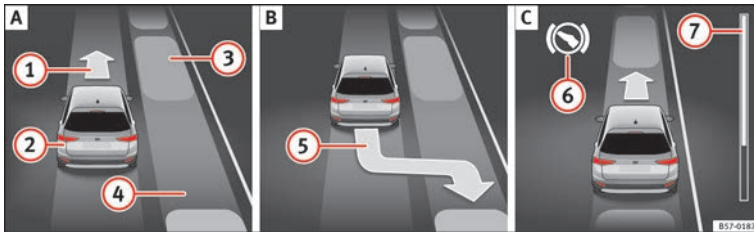
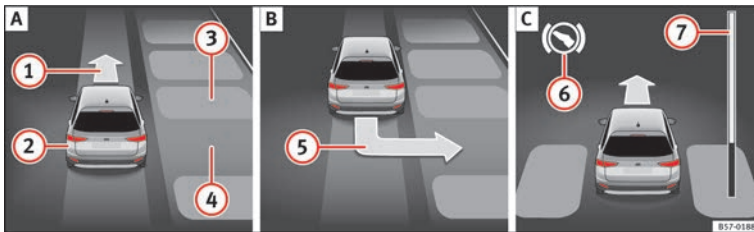

Abb. 220 Im Display des Kombiinstrumentes: parallel zur Fahrbahn einparken. **A** Parklücke suchen. **B** Position zum Einparken. **C** Rangieren.
Abb. 221 Im Display des Kombiinstrumentes: quer zur Fahrbahn einparken. **A** Parklücke suchen. **B** Position zum Einparken. **C** Rangieren.
Legende zu **Abb. 220** und **Abb. 221**:
» **Abb. 220** ⑦ bzw. » **Abb. 221** ⑦ im Display des Kombiinstrumentes zeigt symbolisch die noch zu fahrende relative Distanz an. Je länger die Distanz ist, desto größer ist der Füllstand des Fortschrittsbalkens. Bei Vorwärtsfahrt nimmt die Füllung des Fortschritts-
2.	Beachten Sie auf der Anzeige im Display des Kombiinstruments, ob die Parklücke als „geeignet“ erkannt und die richtige Position zum Einparken erreicht wurde » Abb. 220  bzw. » Abb. 221  .
ODER: fahren Sie zurück, bis auf dem Display des Kombiinstruments die Anzeige für Vorwärtsfahren » Abb. 220  oder » Abb. 221  erscheint.
9.	Der Parklenkassistent lenkt das Fahrzeug so lange beim Vorwärts- und Rückwärtsfahren, bis das Fahrzeug gerade in der Parklücke steht » Abb. 220  bzw. » Abb. 221  .